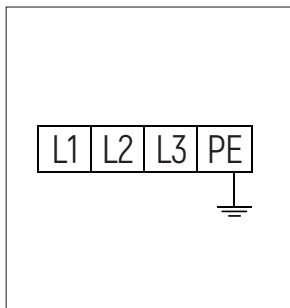

Figura 6
- Conexión de cable de alimentación: Conecte el cable de alimentación de sistema de tres fases y cuatro hilos de 400V (cables eléctricos de $3 \times 2.5\text{MM}^2 + 1 \times 1.5\text{MM}^2$) en L1, L2, L3 y terminal de cable entrante de la consola, conecte el cable de tierra PE en el perno de signo de tierra, luego conéctelo en el perno de signo de tierra en la parte inferior de ambas plataformas (Figura 6)